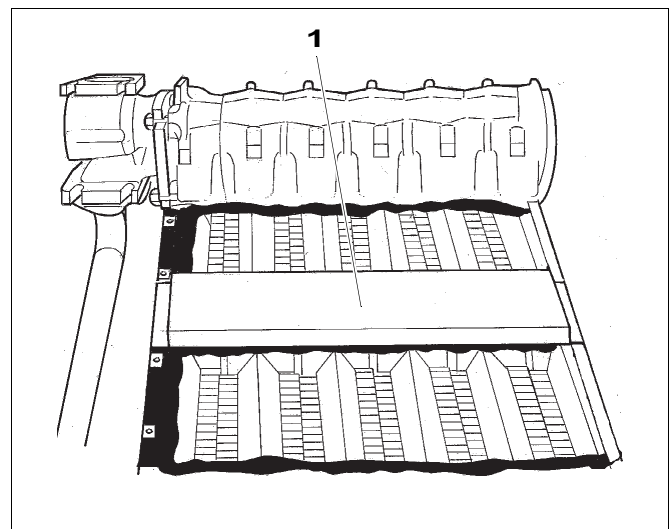

Fig. 32 Poser la partie intermédiaire
- Placer la partie intermédiaire (fig. 32, **pos. 1**) à ras de l'arrête avant.